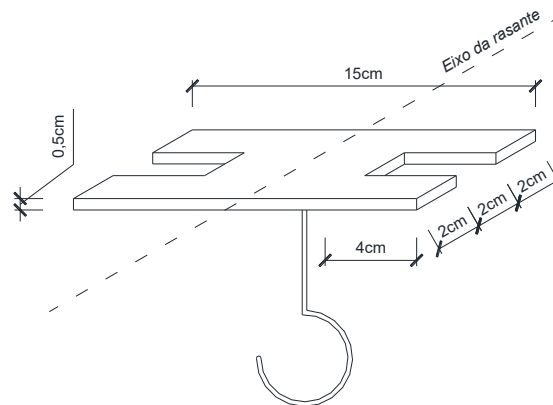

Figura 1
- f) Deverá ser reservado um espaço para a colocação da placa abaixo indicada na figura 1, de modo a possibilitar a colocação de carga(s) nos locais especificados: